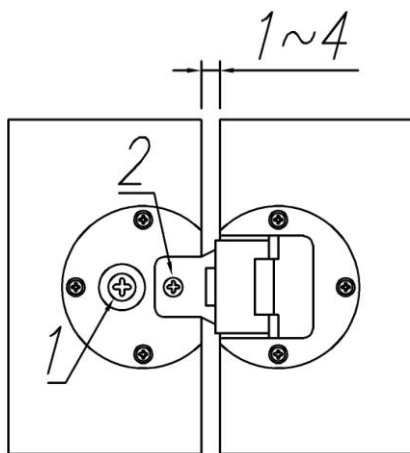

Рис. 9
- ослабьте фиксирующий винт №1 (рис.9)
- для регулировки фасада откидного в горизонтальной плоскости с панелью необходимо воспользоваться винтом №2 (рис.9)